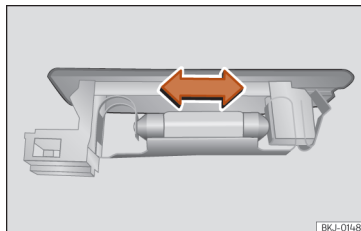

Fig. 59 Luz da bagageira.
- Pressione a lâmpada lateralmente e retire-a do alojamento »» Fig. 59.